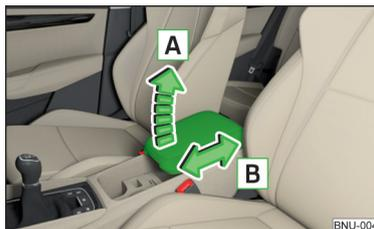

Abb. 78
- › Zur **Höheneinstellung** die Armlehne in Pfeilrichtung **A** in eine der Raststellungen anheben » Abb. 78.